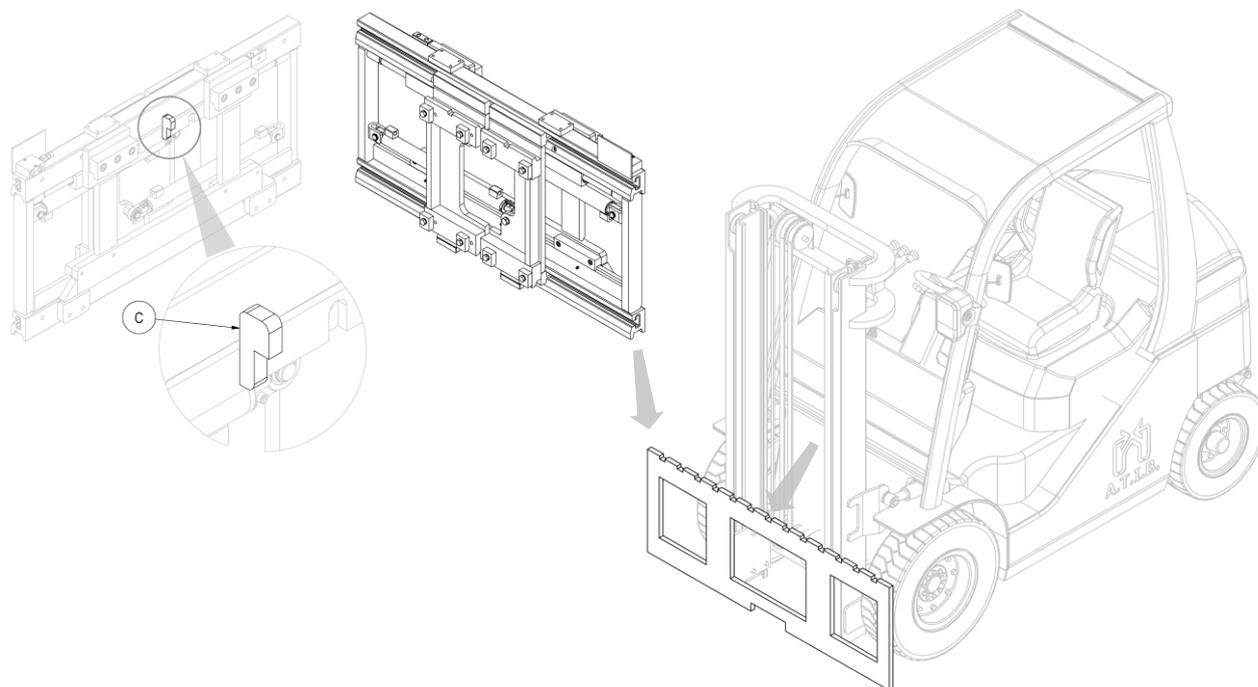

Figura 11
6. Con un carrozzone o un paranco di portata sufficiente posizionare l'attrezzatura sulla piastra porta forche, avendo cura di incastrare il dente di centraggio C nella tacca centrale della stessa (vedi *Figura 11*).